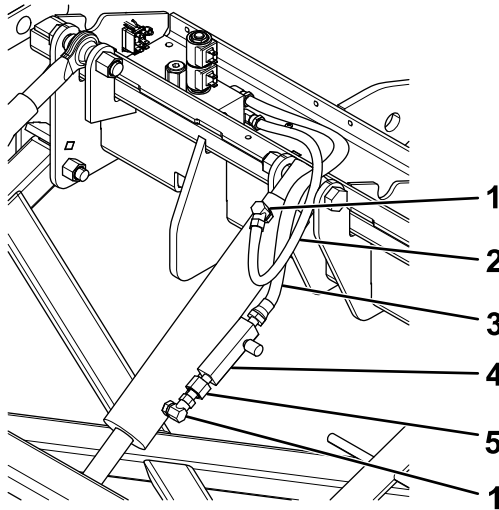

Bild 10
3. Verlegen Sie die Schläuche zum Hubzylinder (Bild 10).
4. Befestigen Sie die 90 Verschraubungen am Hubzylinder, wie in Bild 10 dargestellt.
5. Befestigen Sie das Durchflusssteuerventil mit einer Kupplung am 90° Anschlussstück an der Unterseite des Hubzylinders (Bild 10).
Hinweis: Vergewissern Sie sich, dass der Einstellknopf am Ventil in Richtung der Kupplungsbaugruppe positioniert ist, wie in Bild 10 dargestellt.
6. Befestigen Sie den kurzen Schlauch am oberen Anschlussstück des Hubzylinders (Bild 10).
7. Befestigen Sie den langen Schlauch am Durchflusssteuerventil (Bild 10).